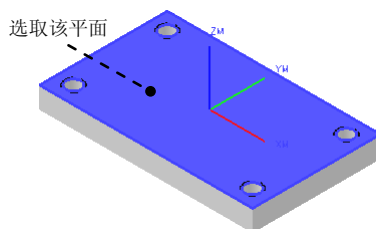

图 6.6.7 指定部件表面
- (1) 单击“出屑”对话框指定部件表面右侧的按钮，系统弹出“部件表面”对话框。
- (2) 在“部件表面”对话框中单击“面”按钮，选取图 6.6.7 所示的平面为部件表面。
- (3) 单击“部件表面”对话框中的确定按钮，返回“出屑”对话框。